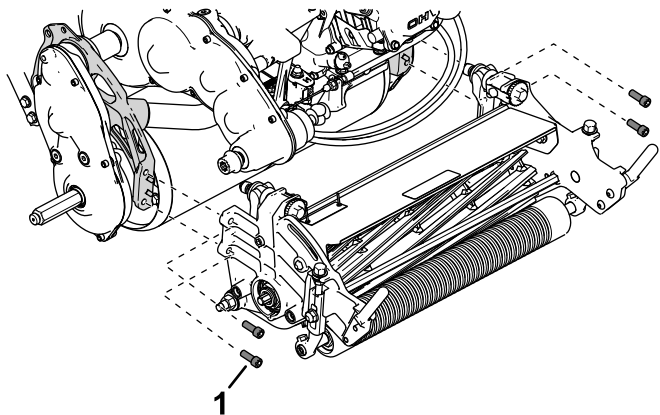

Figura 44
5. Utilize quatro parafusos de cabeça sextavada interior para prender a unidade de corte à estrutura (Figura 44).